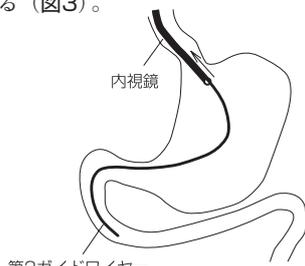

図3
9. 第2ガイドワイヤーが抜けないように注意しながら経鼻内視鏡を抜去する。この時経鼻内視鏡を抜きながら、ガイドワイヤーを送り込むように行う。なお、その時は必ずX線透視下で進める（図3）。